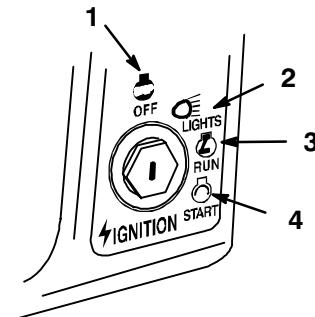

Bild 5
- Drehen Sie den Zündschlüssel im Uhrzeigersinn und halten ihn auf "START" (Bild 5). Lassen Sie den Schlüssel sofort los, wenn der Motor anspringt.
- Drehen Sie den Zündschlüssel auf "AUS" (Bild 5).